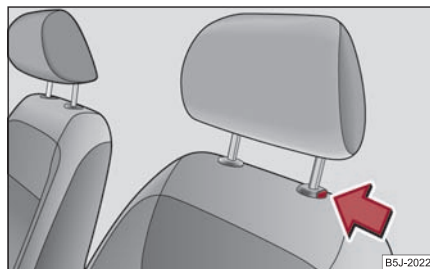

Fig. 66 Scoaterea tetierei
- Dacă doriți să împingeți tetiera în jos, trebuie să apăsați tasta de siguranță ⇒ fig. 66 și cu cealaltă mână să apăsați tetiera în jos. ►
- Apăsați tasta de siguranță în sensul săgeții ⇒ pagina 64, fig. 66 și scoateți tetiera.